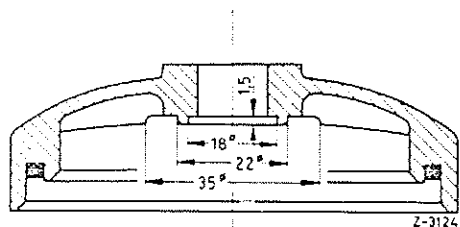

Fig. 00-9/1
6. Kloppen tijdens het rijden door het filter veroorzaakt.	Brandstoffilter door viltshotel-filter, onderdeelnr. 000 477 54 15, vervangen. Wanneer filterelementen met viltten afdichtingen zijn gemonteerd, moet het filterdeksel volgens fig. 00-9/1 worden bewerkt.